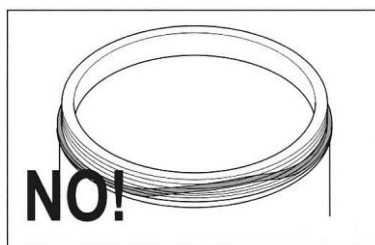

Fig. 32
2. La Fig. 32 muestra una junta mal colocada; en este caso la junta NO está distribuida perfectamente por todo el borde del recipiente.